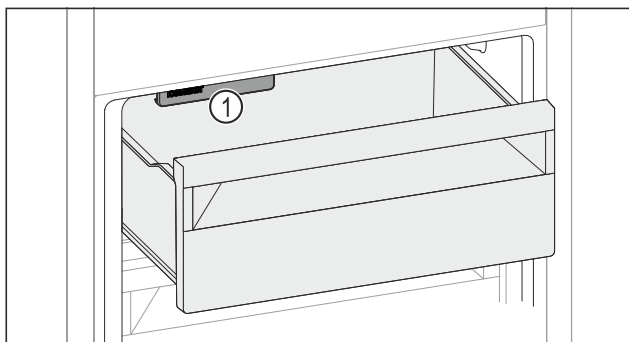

Fig. 56
- ▶ Tenere in considerazione l'IceMaker Fig. 56 (1).